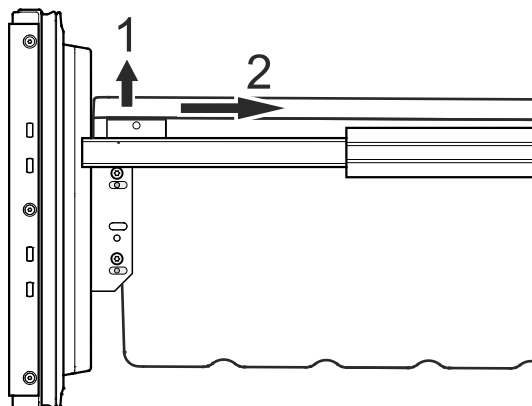

Figure 18
- Désenclipser les coins gauche et droit du récipient en le tirant vers le haut (1) - **Figure 18**.
- Pousser le récipient vers l'arrière (2) - **Figure 18**.
- Retirer les récipients des tiroirs du compartiment congélateur comme aux **Figures 18 et 19**.